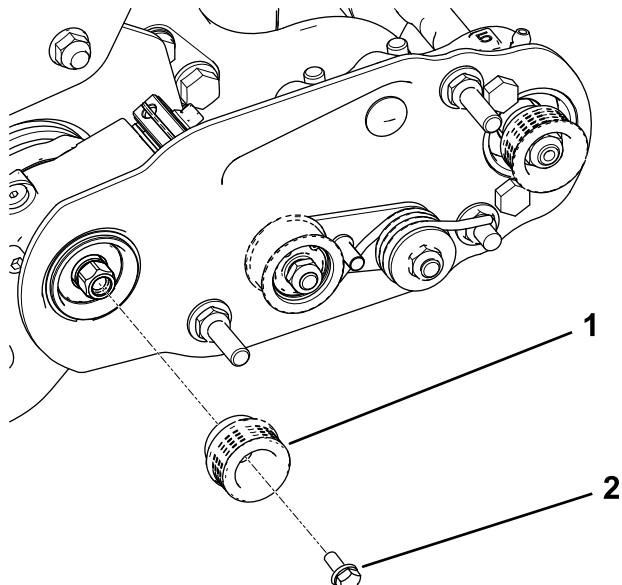

図 13
2. グルーマシャフトに駆動プーリを取り付ける図 13。
3. フランジヘッドボルトに 242 ロクタイト青を塗り、これを使ってプーリを駆動シャフトに取り付ける図 13 を参照。